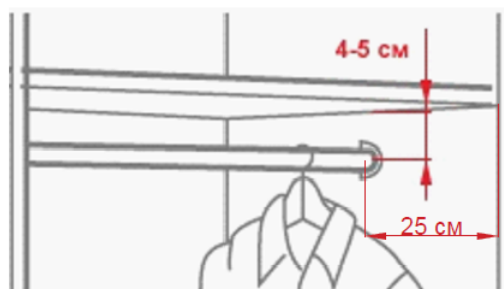

Рис.8 – Схема крепления штанги
6. Установить полкодержатели 5.4X в боковые стенки (3,4) и перегородку (6), а также установить полки (7).
7. Прикрепить к боковой стенке правой (3) и перегородке (6) держатели трубы овальной шурупами - саморезами 3,5x16 мм, в них вставить – трубу овальную сечением 30x15 (штангу) (b) исходя из рекомендованных параметров (Рис.8).